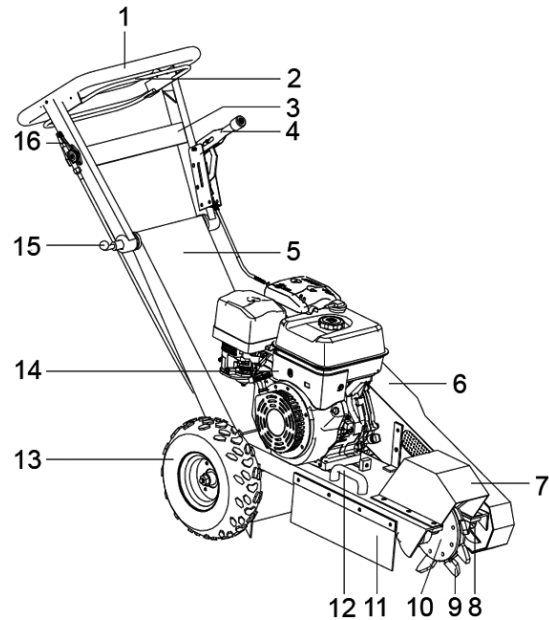

Abb. 13: Gesamtmaschine Wurzelfräse BSF-15
Wurzelfräse BSF-15 (Abb. 13)
Der Wurzelfräse BSF-15 (Abb. 13) besteht aus:
Motorschalter (5): Hier wird der Motor ON/EIN und OFF/AUS geschaltet. In Gefahrensituationen den Not-Halt-Bügel (2) (1 - Abb. 13) loslassen und den Motorschalter aus OFF/AUS drehen. Der Motor schaltet ab (Zündung kurzgeschlossen).